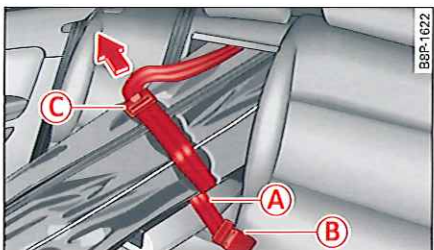

Fig. 84 Banquette arrière : fixation du sac
- ▶ Insérez le pêne de la sangle A du sac dans le boîtier de verrouillage de la ceinture de sécurité centrale arrière B ⇒ fig. 84.